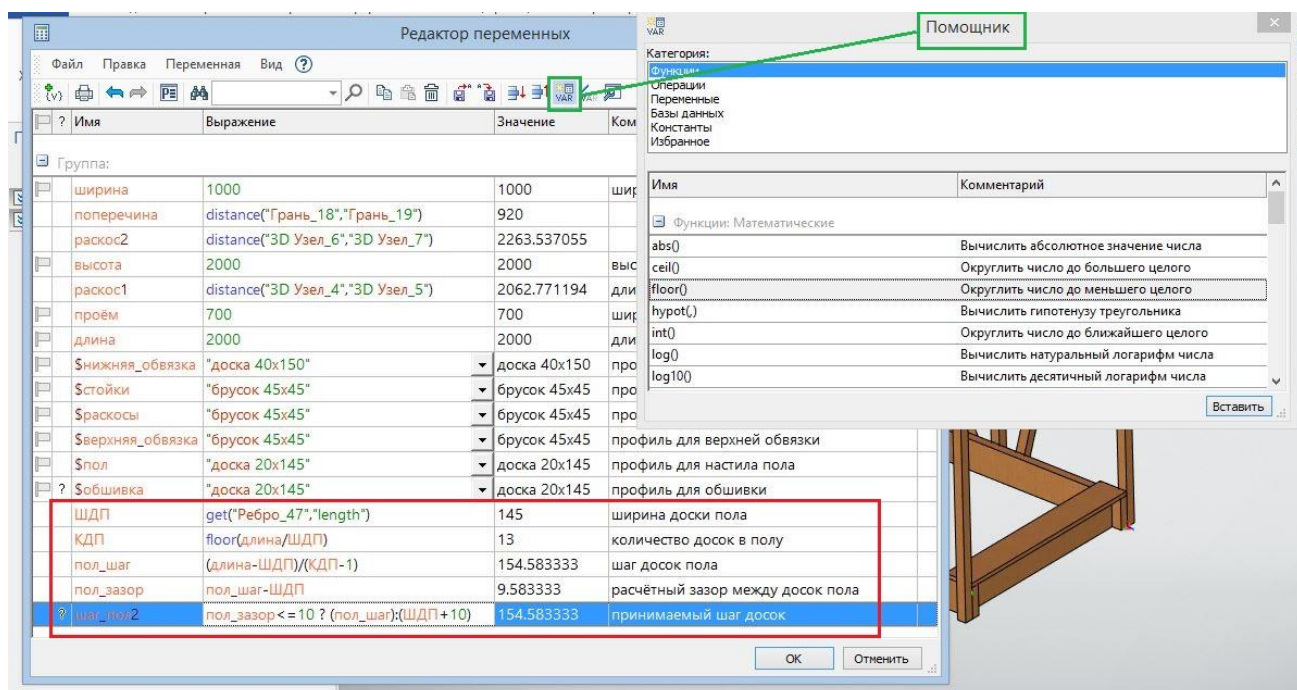

Рис. 30 — Набор переменных для массива зашивки пола
- замерить длину поперечного ребра доски пола с созданием переменной «ШДП» (см. рис. 30 – переменная в редакторе переменных);
КДП= floor (длина/ШДП) (нужные функции можно найти через помощника в редакторе переменных, см. рис. 30).